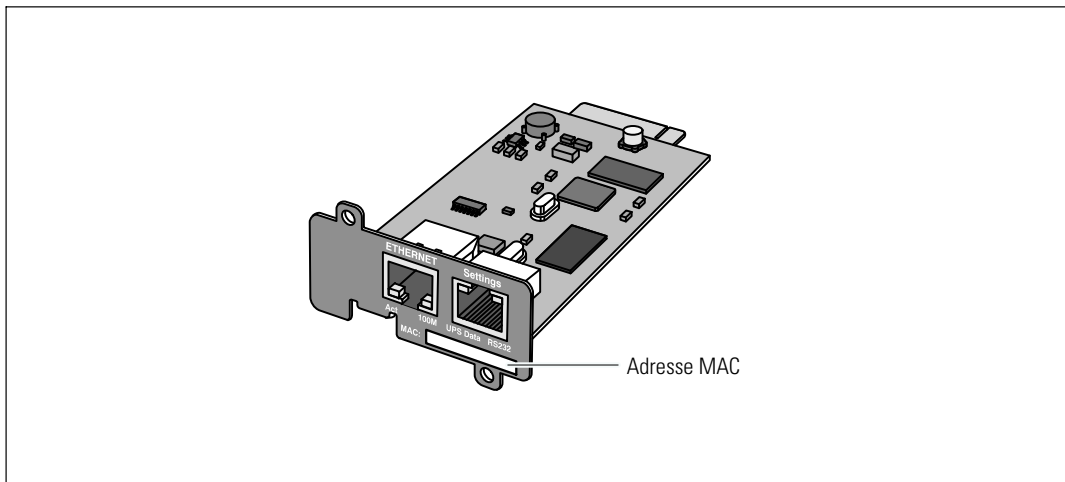

Figure 2. Emplacement de l'adresse MAC
- L'adresse MAC est indiquée sur l'étiquette apposée sur la partie avant de la carte (voir la Figure 2).